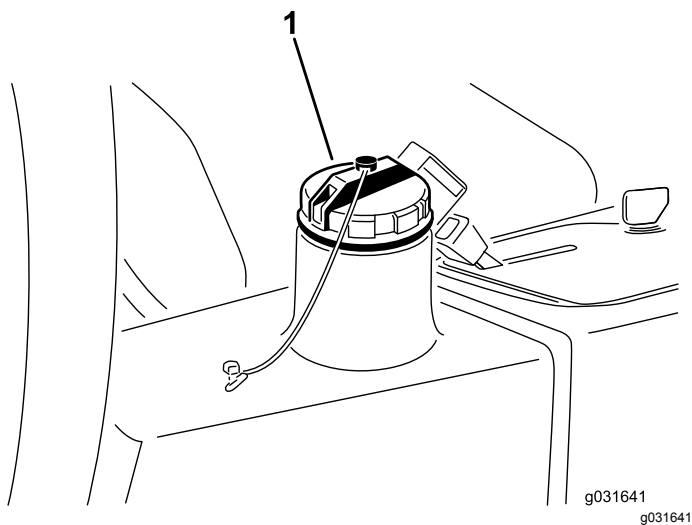

Bild 66
- Füllen Sie den Behälter (Bild 66) mit ca. 13,2 Liter Hydrauliköl, siehe Prüfen der Hydraulikanlage (Seite 53).